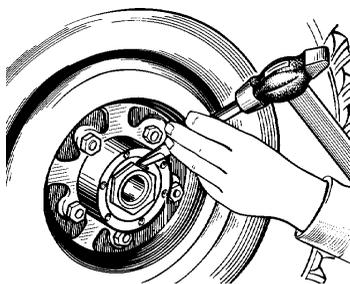

Рис. 6.10. Стопорение гаек подшипников ступиц
9. Загнуть один ус замочной шайбы на грань гайки, а второй - на грань контргайки (рис. 6.10).